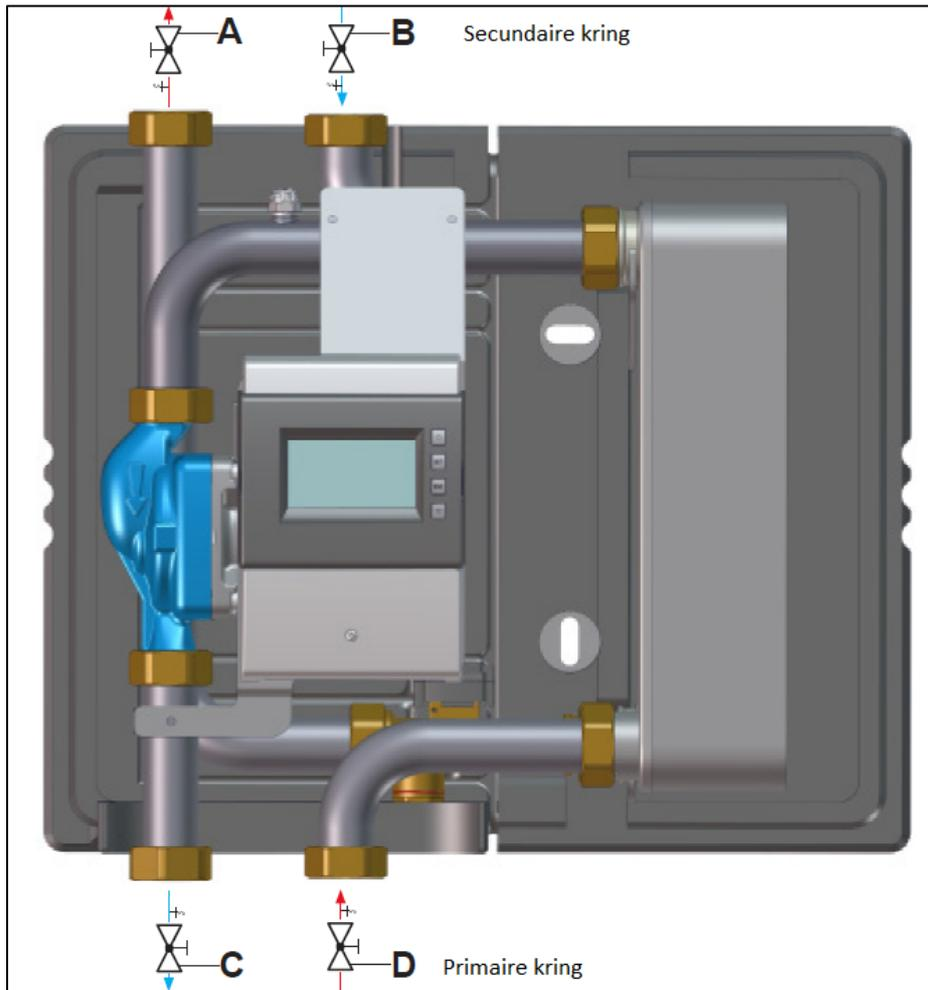

Figure 5 : raccordement du système Friwa Easy
- Ouvrez lentement les robinets d'arrêt (C et D sur la Figure 5) du circuit principal.
- Ouvrez le purgeur (A) et maintenez-le ouvert jusqu'à ce qu'il n'y ait plus d'air qui s'échappe (étapes 1 et 2).
- Ouvrez **lentement** les robinets d'arrêt (reportez-vous à la Figure 5, A et B) du circuit secondaire.